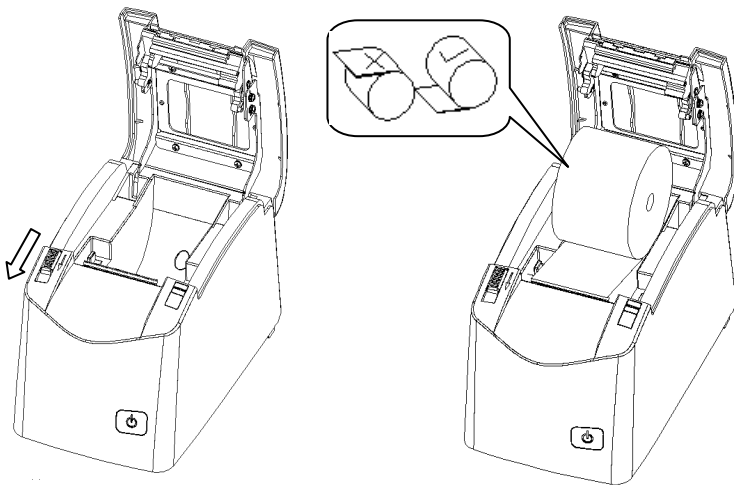

图 1-2 打印机上纸(1)
- 1、扳动“上盖扳手”，打开打印机上盖，如图 1-2。
- 2、把纸卷按照正确方向放入纸仓内，如图 1-2。